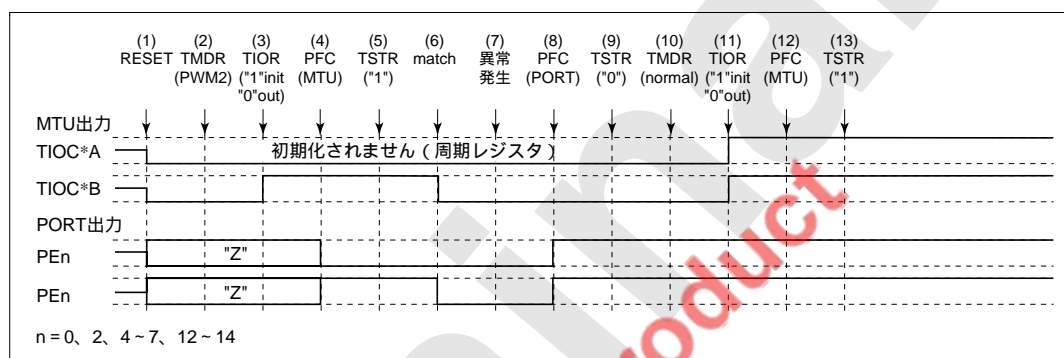

図 8.55 PWM モード 2 で異常が発生し、ノーマルモードで復帰する場合
PWM モード 2 で異常が発生し、再設定後ノーマルモードで再スタートする場合の説明図を図 8.55 に示します。
- (1) ~ (9) は図 8.55 と共通です。
- (10) PWM モード 1 を設定します。
- (11) TIOR で端子を初期化してください (PWM モード 1 では TIOC*B 側は初期化されません)。
- (12) PFC で MTU 出力としてください。
- (13) TSTR で再スタートします。
(10) PWM モード 2 で再スタートする場合には必要ありません。
(11) TIOR で端子を初期化してください (PWM モード 2 では周期レジスタの端子は初期化されません)。
(12) PFC で MTU 出力としてください。
(13) TSTR で再スタートします。